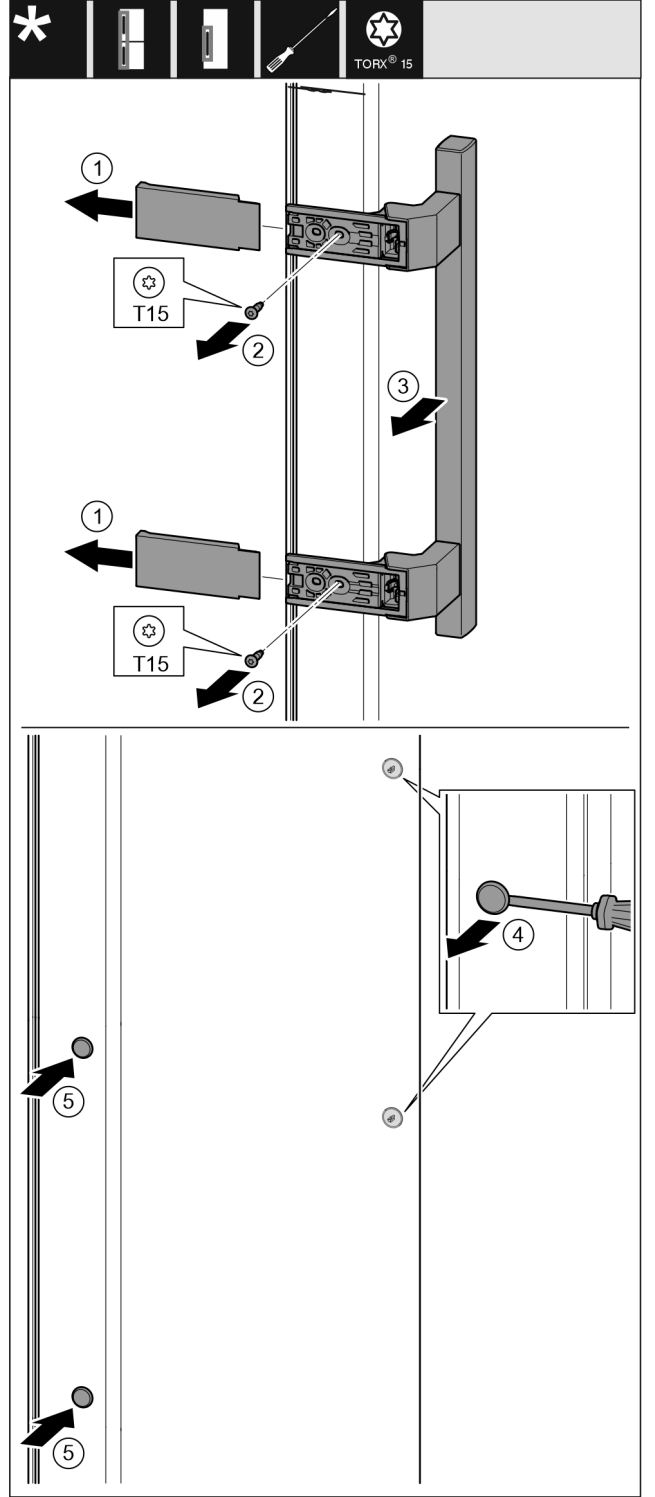

Fig. 15
- Kapağı çekerek çıkarın. Fig. 15 (1)
- Cıvataları Torx 15 tornavida ile çıkarın. Fig. 15 (2)
- Kolu çıkartın. Fig. 15 (3)
- Yandaki tapaları düz tornavidayla dikkatli bir şekilde yerinden kaldırın ve çekerek çıkarın. Fig. 15 (4)
- Tapaları diğer tarafa tekrar yerleştirin. Fig. 15 (5)